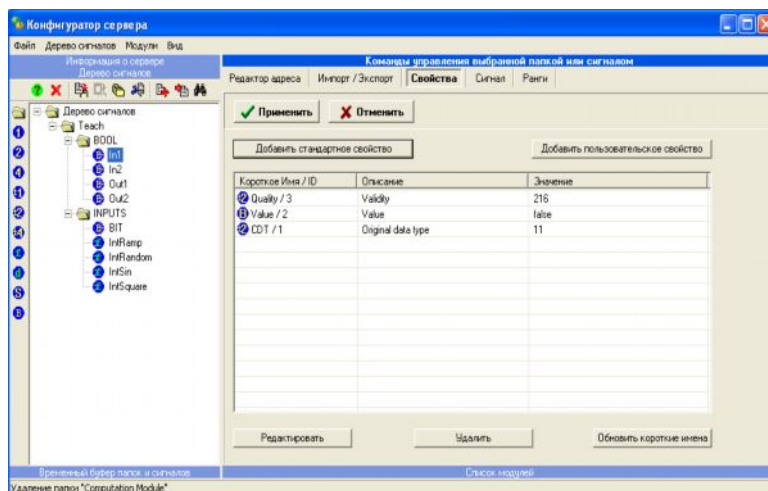

Рис. 1.4
3. В **Конфигураторе сервера**, используя вкладку **Свойства**, добавьте **КАЖДОМУ** сигналу стандартное свойство **Quality**, равное **216** (**Свойства** → **Добавить стандартное свойство** и выбираем нужное свойство) (см. рис. 1.4).
4. Добавьте **КАЖДОМУ** сигналу стандартное свойство **Value**, равное **0** (см. рис. 1.4). В меню команд управления выбранной папки или сигнала поставьте галочки напротив **Метки времени** и **Права доступа**. Проверьте, есть ли в списке модулей модуль **Логика (Calculation Module)** и модуль **ОРС-сервер**, и в случае отсутствия добавьте их в перечисленном выше порядке, используя пункт главного меню **“Модули -> Добавить модуль... Computation Module., OPC Server Module”**. После этого в окне **Команды управления...** появятся команды, соответствующие добавленным модулям: **Логика** и **ОРС**.